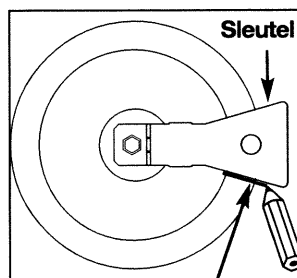

Fig. 3
- ⇨ Trek met een potlood op de aangegeven plaats een lijn op de kookplaat (fig. 3).